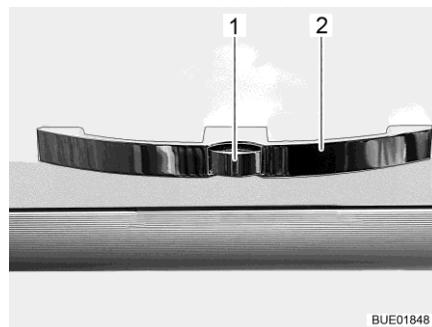
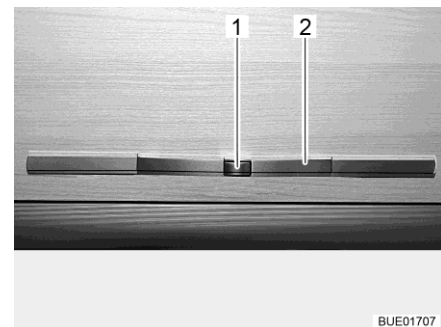

Fig. 63 Trampilla de muebles con tirador (ejemplo)
Fig. 64 Trampilla de muebles con tirador (alternativa)
- Presionar el botón de desbloqueo (Fig. 63,1 ó Fig. 64,1) en el tirador (Fig. 63,2 ó Fig. 64,2) y mantenerlo presionado.